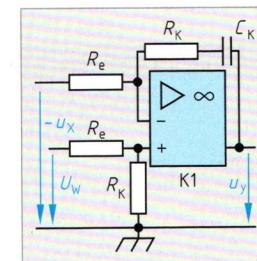

Bild 4: PI-Regler
- Ein PI-Regler (Bild 4) hat die Daten  $R_e = 15 \text{ k}\Omega$ ,  $R_K = 56 \text{ k}\Omega$ ,  $C_K = 10 \mu\text{F}$  und die Nachstellzeit  $T_i = 0,2 \text{ s}$ . Berechnen Sie a) den Gegenkopplungswiderstand  $R_K$ , b)  $K_p$ , c)  $K_{pkrit}$  und d) die Periodendauer  $T_0$ .